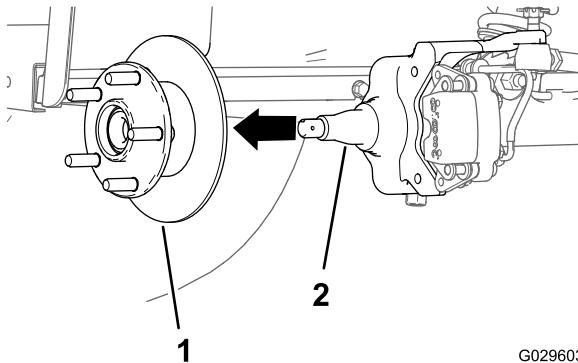

Рисунок 31
- Снимите гайку шпинделя со шпинделя и отделите ступицу и ротор в сборе от шпинделя (Рисунок 30 и Рисунок 31).